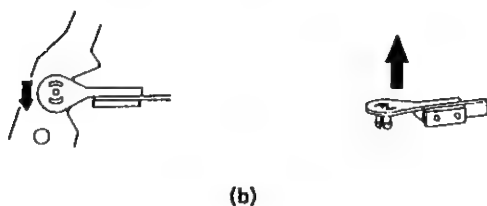

Abbildung 1-20.
4. Das Spannband für den Ausbau in Pfeilrichtung drücken. (Siehe Abbildung 1-20(b))